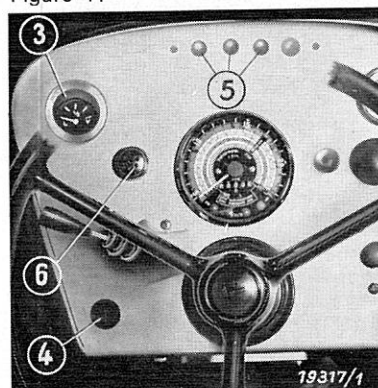

Figure 12
3 répéteurs de clignotants (témoins rouges (5) sur fig. 12) de gauche à droite